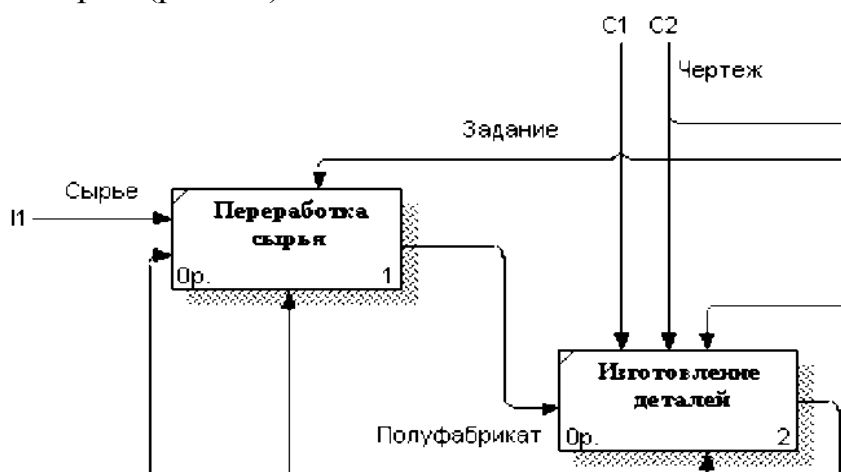

Рис. 31. Фрагмент диаграммы декомпозиции с ICOM-кодом (I1, C1 и C2)
**ICOM-коды.** ICOM (аббревиатура от Input, Control, Output и Mechanism) – коды, предназначенные для идентификации граничных стрелок. Код ICOM содержит префикс, соответствующий типу стрелки (I, C, O или M), и порядковый номер (рис. 31).